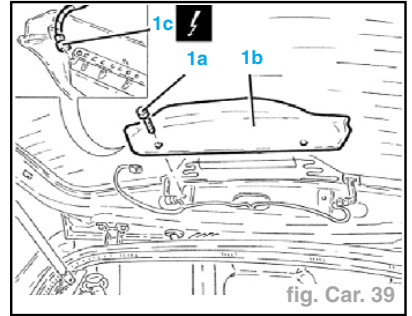

fig. Car. 39
- Dévisser les vis (1a) et déposer le troisième feu stop (1b), après avoir débranché sa connexion électrique (1c) (fig. Car. 39).